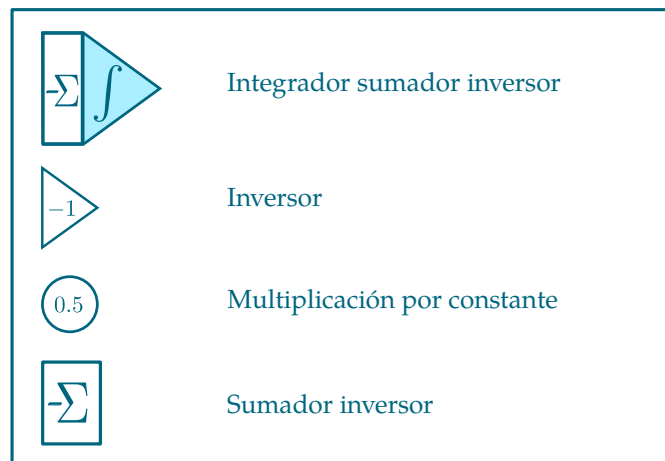
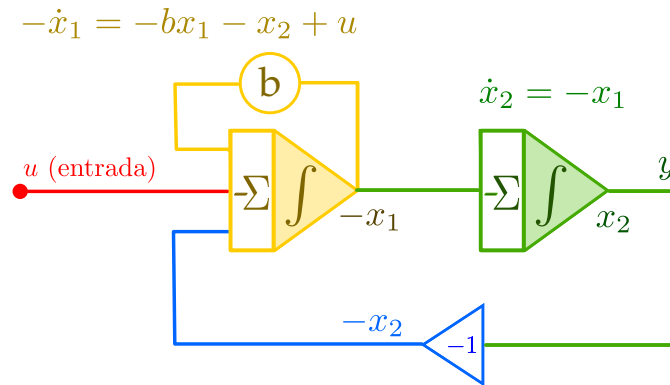

Figura 6: Bloques analógicos.
Figura 7: Implementación analógica del sistema de segundo orden.
El THAT tiene varios bloques de computación analógica (multiplicadores, comparadores). Vamos a usar los siguientes bloques en esta práctica, junto con las convenciones mostradas en la figura 6.
Con base en los bloques de computación analógica en la figura 6 vamos a implementar las ecuaciones de estado en (2). Estas ecuaciones se implementan de acuerdo al diagrama de computación analógica de la figura 7: